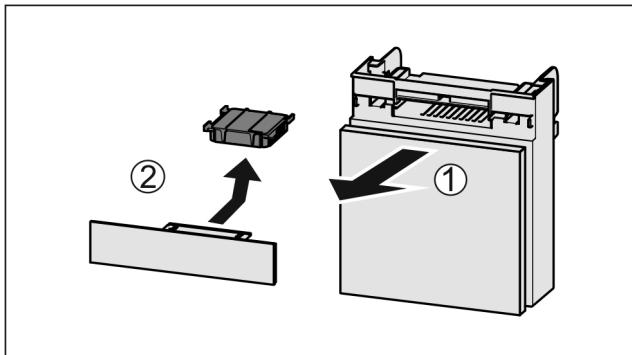

Fig. 140
- Fach nach vorne herausziehen Fig. 140 (1).
- Aktivkohlefilter entnehmen Fig. 140 (2).